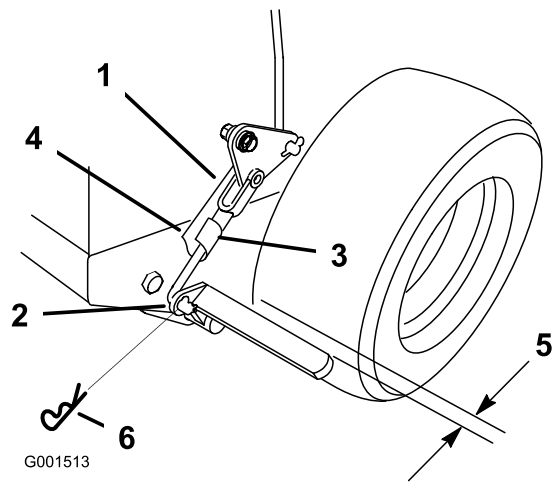

Figura 48
3. Retire el pasador de seguridad del acoplamiento inferior del freno (Figura 48).
4. Gire la horquilla del acoplamiento de freno inferior en el sentido de las agujas del reloj (enroscar) para apretar el freno de estacionamiento; gire la horquilla del acoplamiento del freno en el sentido contrario a las agujas del reloj (desenroscar) para aflojar el freno de estacionamiento (Figura 48).
**Nota:** Debe haber un espacio de aproximadamente 6 mm (1/4 pulgada) entre el neumático y la barra plana con el freno de estacionamiento quitado (Figura 48).
5. Sujete el acoplamiento inferior a la palanca de freno inferior con el pasador de horquilla y el pasador de seguridad (Figura 48).